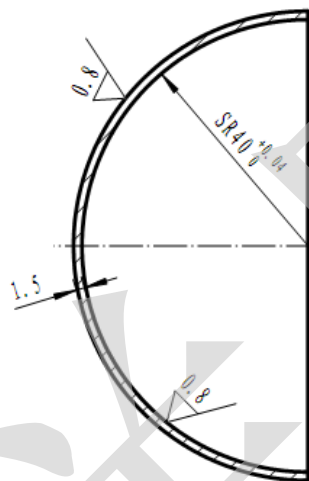

图 5 薄壁半球
10、编写图5所示AB(红色标注)轮廓曲线的加工程序(数控系统需采用FANUC或西门子系统,其他尺寸详见附图(略)).
11、加工如图 5 所示薄壁半球，材料为 $\phi 90$ 硬铝棒料，根据图纸按要求完成下列内容：